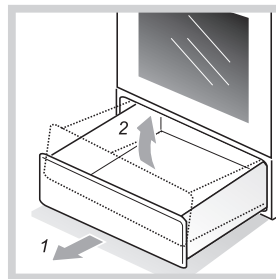

Рис. 5
- Как достать ящик, показано на рис. 5.